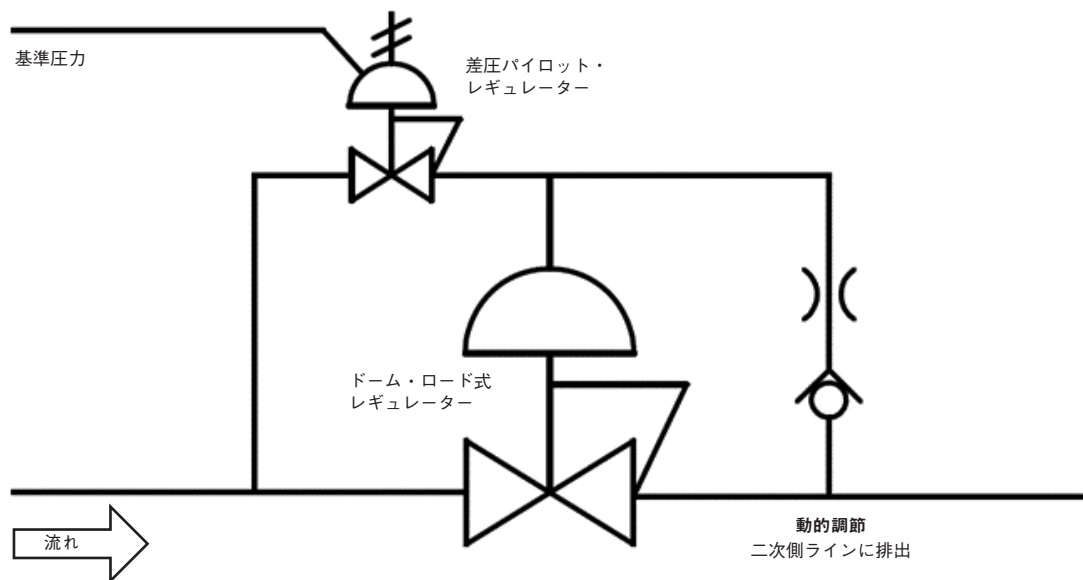

図 4
- **差圧パイロット制御**：本セットアップでは、基準圧力ラインを内蔵パイロット・レギュレーターに接続することが可能です(図4)。その後パイロット・レギュレーターを調整することで、バイアス圧力を設定することができます。メイン・レギュレーターは、基準圧力にバイアス圧力を加えた二次側圧力に設定されます。